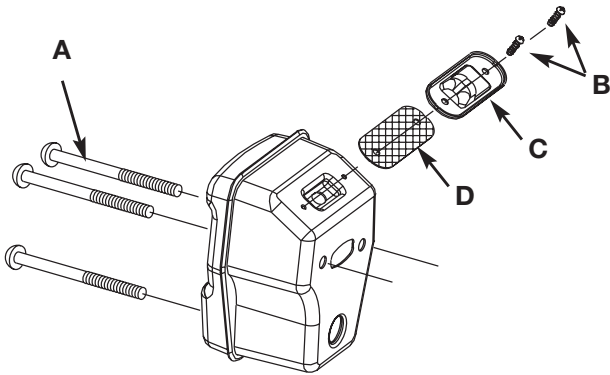

Fig. 29
2. Retire los 2 tornillos (B) que sujetan la cubierta del protector de la bujía (C) (Fig. 29).
3. Deseche el filtro protector de la bujía usado (D) y reemplácelo con uno nuevo.